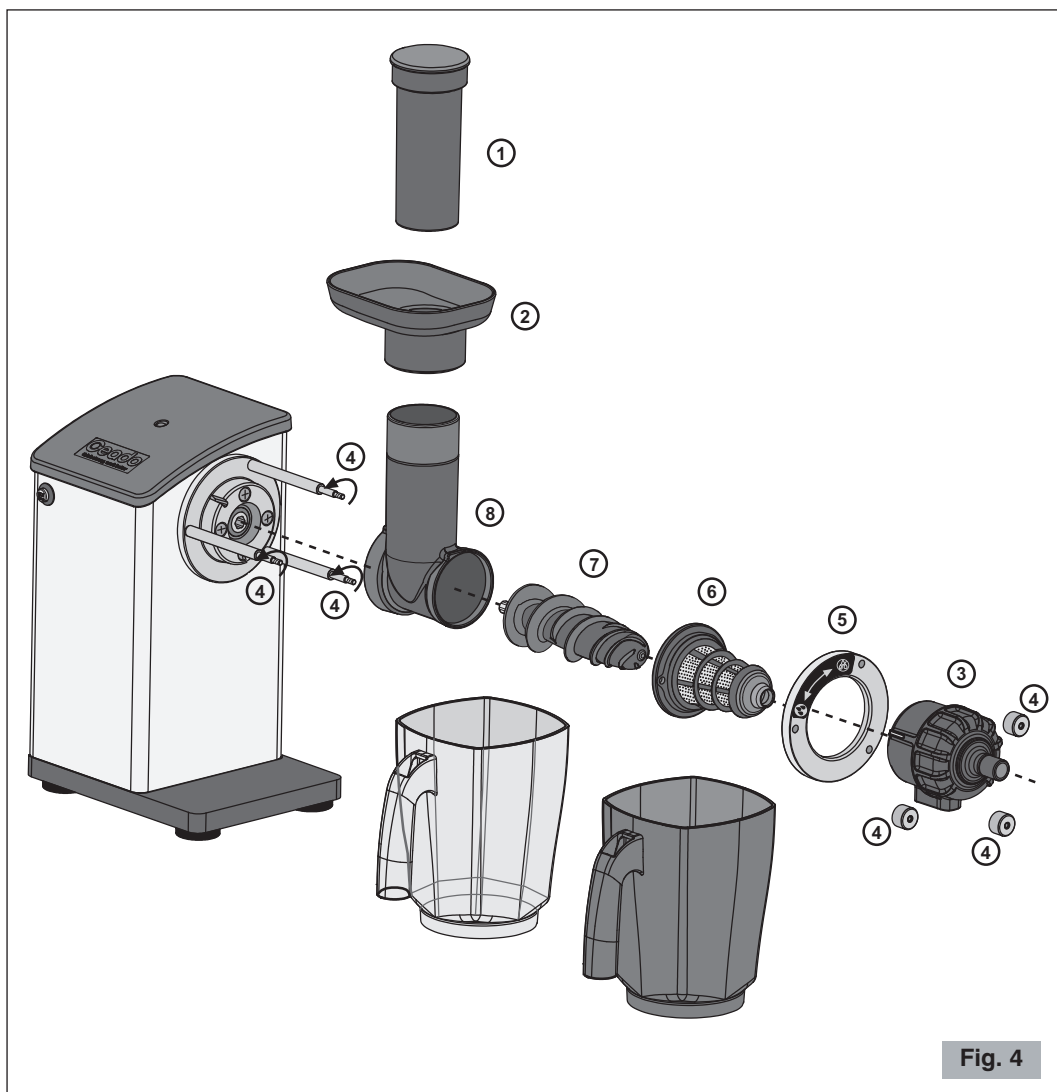

Fig. 4
**1** Togliere i contenitori e smontare i componenti nell'ordine della figura (Fig. 4).
- 3** Assemblare nuovamente in ordine inverso (Fig. 4).